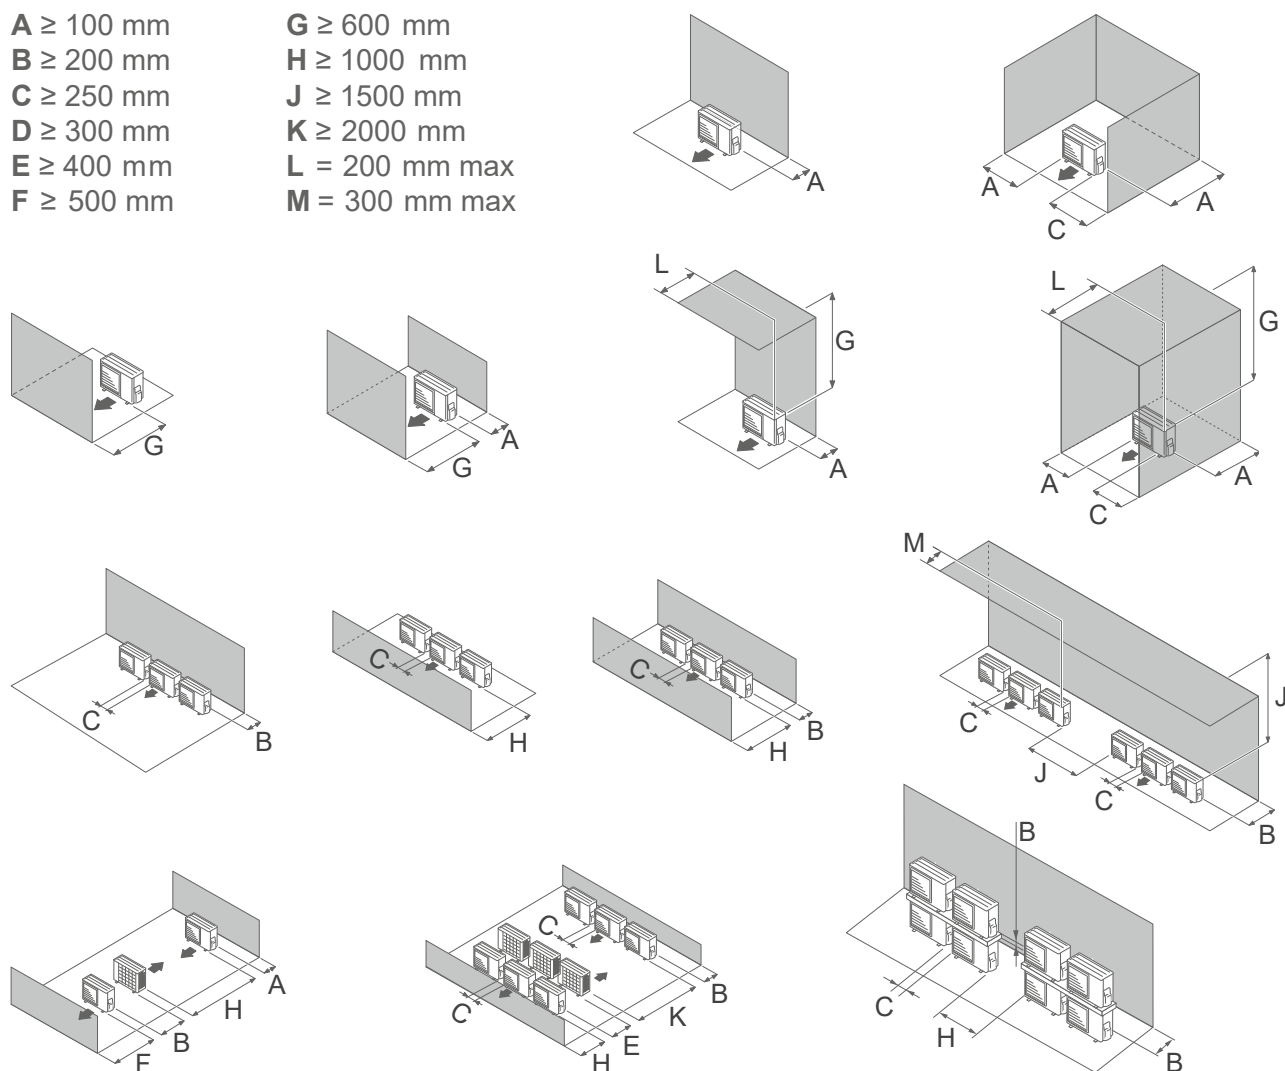

fig. 15 - Minimale Installatieruimte rond de buitenunit voor gebruik buitenshuis
- Het toestel moet volledig toegankelijk zijn voor verdere Installatieruimte- en onderhoudswerkzaamheden (afb. 15, blz. 17).